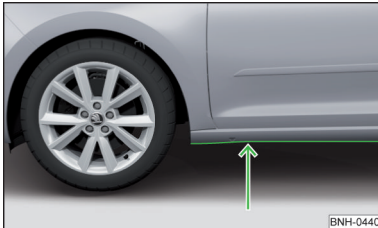

Abb. 196
- Daher vor einer Wasserdurchfahrt die Wassertiefe feststellen. Der Wasserstand darf maximal an die Unterkante des Unterholms reichen » Abb. 196.